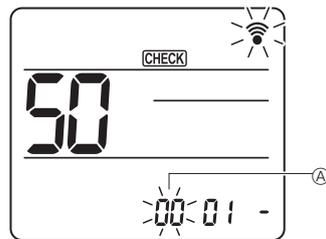

Fig. 6-17
② Встановлення номера
Натисніть кнопку [DOWN] для встановлення номера блока ④. (Fig. 6-17)